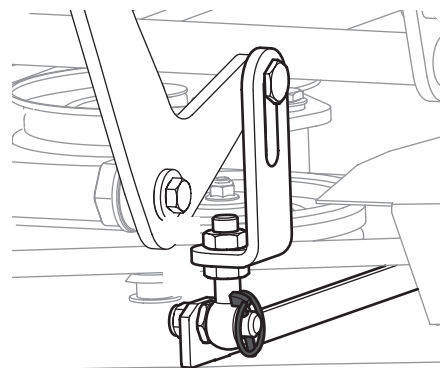

Figure 4-11
La hauteur de l'extrémité avant de la lame droite est fixée par le boulon à œil droit (a); réglez l'extrémité avant de la lame gauche pour faire correspondre la hauteur des deux lames. Voir Figure 4-11.
3. Desserrez les contre-écrous (b) situés à l'arrière droit et gauche des boulons à œil (a). Voir Figure 4-11.